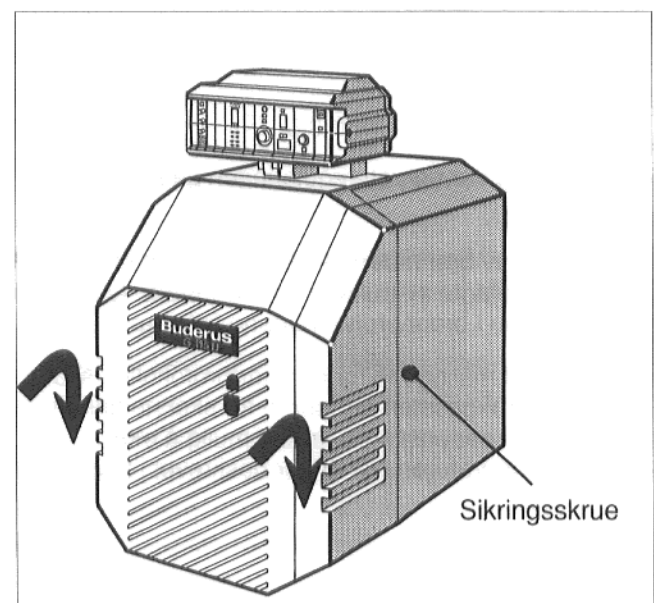

fig. 25
- Brennerdørens frontvegg hhv. brennerens toppplate henges igjen inn oppe og trykkes ned. Brennerens toppplate (G115U) sikres på høyre og venstre side med sikringskruene (fig. 25).